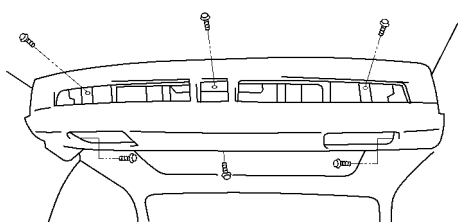

图 17-98 拆下 6 个螺钉和 1 号冷气装置罩
(7) 拆下 1 号冷气装置罩。拆下 6 个螺钉和 1 号冷气装置罩，如图 17-98 所示。